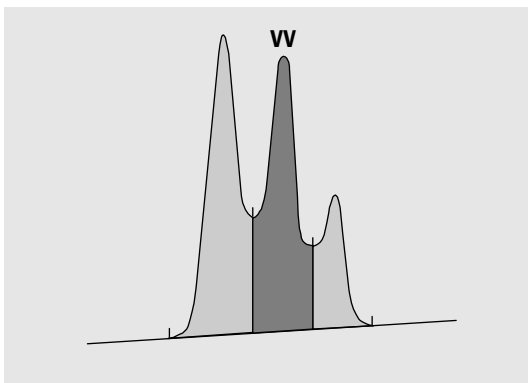

Figure 25 Mesure d'aire pour des pics de vallée à vallée
- pour les pics de vallée à vallée (VV), l'aire au-dessus de la ligne de base est découpée au niveau des graduations selon des lignes verticales, comme sur la Figure 25,